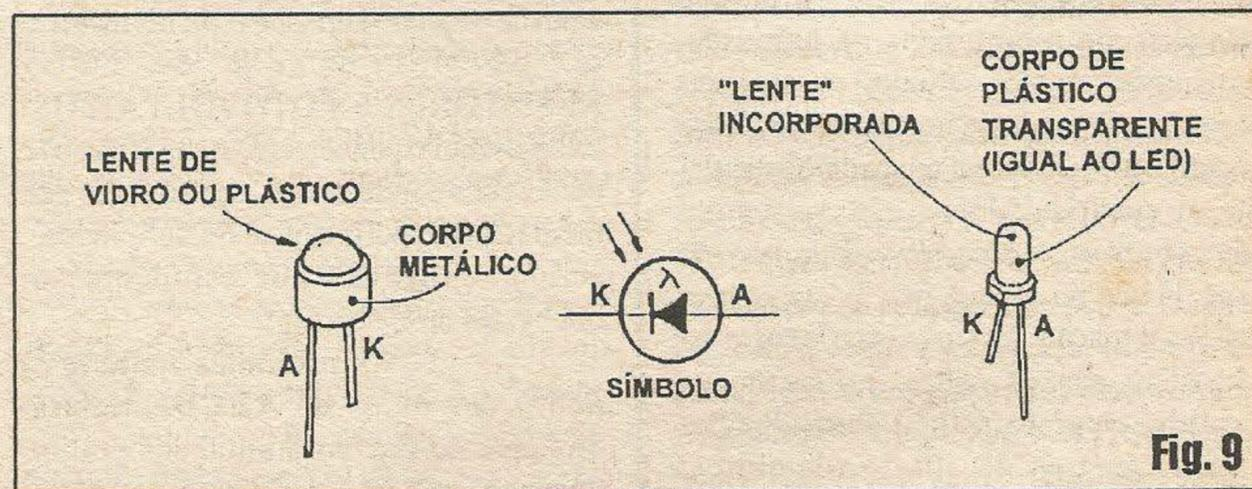

Fig. 9
- FIG. 9 - DETALHES PRÁTICOS SOBRE OS FOTO-DIODOS... - Assim como acontece nos outros DETETORES opto, a questão prática fundamental do